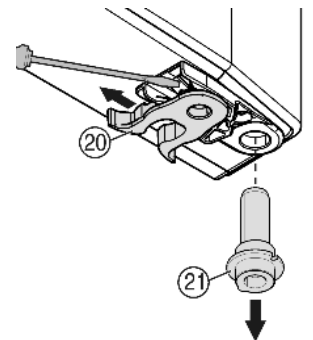

Fig. 8
► Pružinovú zvierku Fig. 8 (20) premiestnite: Zaisťovací jazyček potlačte nadol, ponad ňu stiahnite pružinovú zvierku.
► Ložiskový čap Fig. 8 (21) vytiahnite z puzdra dverí a spolu s podložkou nasadte na opačnej strane. Zaisťovací jazyček musí smerovať na vnútornú stranu dverí, drážka na vonkajšiu stranu.
► Dvere dolu zasuňte a ložiskový čap Fig. 8 (21) nasadte do ložiskovej konzoly. Prípadne ložiskový čap potočte tak, aby mohol zaklapnúť.